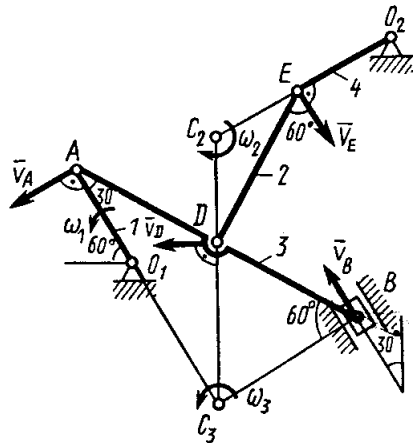

Рис. 2
1. Строим положение механизма в соответствии с заданными углами и выбранным масштабом длин (рис. 2; на этом рисунке будем изображать все найденные векторы скоростей).
Так как точка  $E$  принадлежит одновременно стержню  $O_2E$ , вращающемуся вокруг  $O_2$ , то  $\bar{v}_E \perp O_2E$ . Тогда, восставляя из точек  $E$  и  $D$  перпендикуляры к скоростям  $\bar{v}_E$  и  $\bar{v}_D$ , построим МЦС  $C_2$  стержня  $DE$ . По направлению вектора  $\bar{v}_D$  определяем направление поворота стержня  $DE$  вокруг центра  $C_2$ . Вектор  $\bar{v}_E$  направлен в сторону поворота этого стержня. Из рис. 2 видно, что  $\angle C_2ED = \angle C_2DE = 30^\circ$ , откуда  $C_2E = C_2D$ . Составив пропорцию, найдем, что
Так как получилось  $a_B > 0$ , то, следовательно, вектор  $\bar{a}_B$  направлен так, как показано на рис. 2.